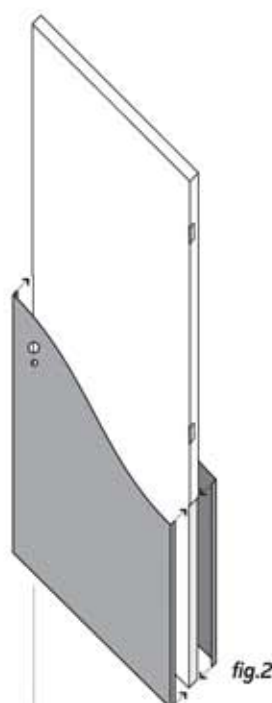

fig.2
- Coller le panneau plié en U sur un côté de la porte (fig.2).